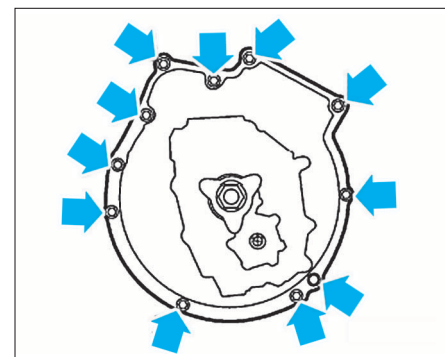

FIG. 9
- Déposer le carénage (1) de protection inférieur du groupe motopropulseur.
- Déposer les vis du tour de boîte (flèches) (Fig.9).